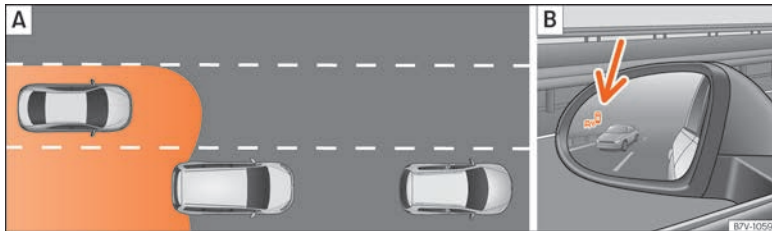

Abb. 273 Schematische Darstellung: **A** Überholvorgang mit Verkehr im hinteren Bereich. **B** Anzeige des Blind-Spot-Assistenten im Außenspiegel links.
In nachfolgenden Situationen erfolgt im Außenspiegel eine Anzeige »» **Abb. 273 B** (Pfeil) oder »» **Abb. 274 B** (Pfeil):
- Wenn man von einem anderen Fahrzeug überholt wird »» **Abb. 273 A**.